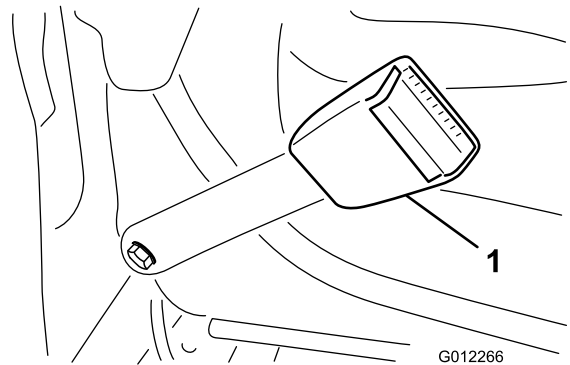

Bild 6
1. Befestigen Sie jedes Ende des Sicherheitsgurtschlosses mit zwei Schrauben (7/16" x 1"), Flachscheiben (7/16") und Sicherungsscheiben (7/16") in den Löchern hinten am Sitz (Bild 6).